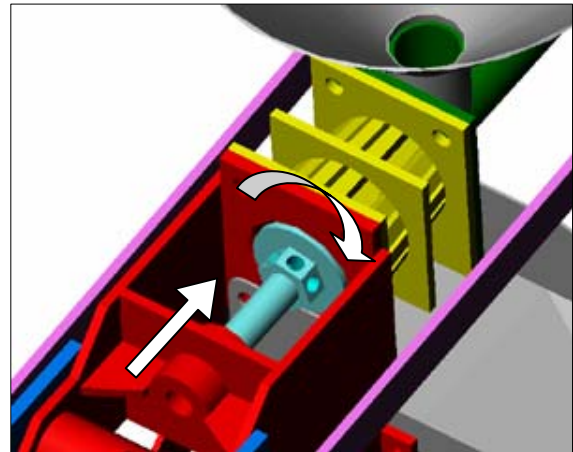

Figure 1.3 : réglage de la contre-pointe
- ✓ Contrôle rapide sur la bonne marche à vide de la machine (réceptacle (8) vide) : lorsque le levier (1) est en position verticale, le piston (4) n'est pas visible dans le cône (2) et l'enfonceur graines (10) se trouve au milieu de celui-ci.
- ✓ Charger les graines dans le cône (2).
- ✓ Fermer le filtre (7) avec la contre-pointe (11) (Figure 1.3 ci-contre)